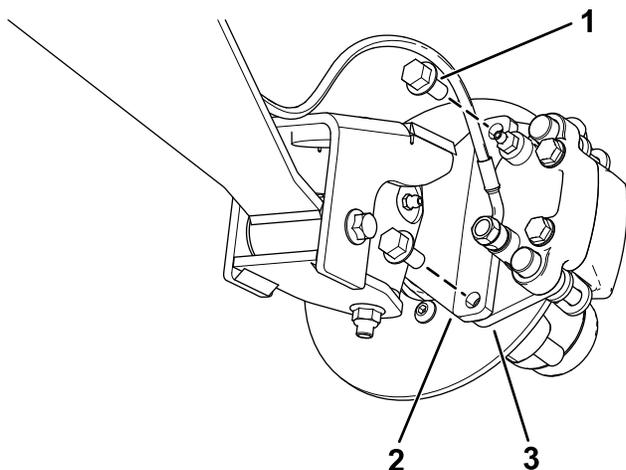
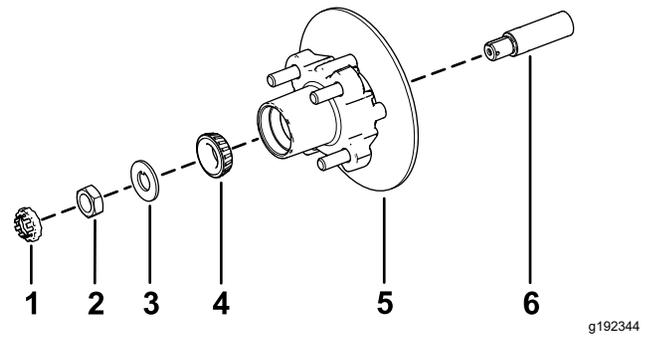

Bild 21
Bild 25
3. Entfernen Sie die Bundkopfschrauben ($\frac{3}{8}$ " x $\frac{3}{4}$ "), mit denen die Halterung für die Bremse an der Spindel befestigt ist, und nehmen die Bremse von der Spindel ab (Bild 21).
1. Fetten Sie die Spindel leicht mit der angegebenen Fettsorte ein (Bild 25).
2. Montieren Sie die Radnabe und den Drehzylinder an der Spindel mit dem Drehzylinder innen (Bild 25).
3. Montieren Sie das Außenlager an der Spindel und setzen das Lager auf den äußeren Lagerring (Bild 25).
4. Legen Sie die Nasenscheibe auf die Spindel (Bild 25).
5. Schrauben Sie die Spindelmutter auf die Spindel und ziehen Sie die Mutter auf ein Drehmoment von 15 N·m an, während Sie die Radnabe drehen um das Lager zu fixieren (Bild 25).
2. Fluchten Sie die Bremsbeläge mit jeder Seite des Drehzylinders (Bild 21) und die Löcher in der Bremsbackenhalterung mit den Löchern im Bremsenhalter des Spindelrahmens aus (Bild 25).
3. Befestigen Sie den Bremsbackenhalterung mit den beiden Bundkopfschrauben ($\frac{3}{8}$ " x $\frac{3}{4}$ "") am Spindelrahmen (Bild 21).